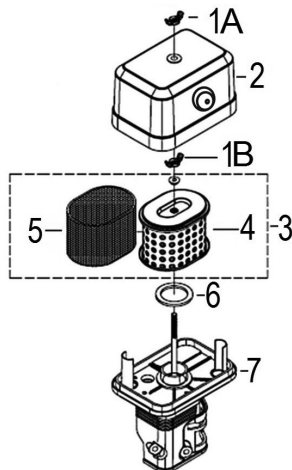

Рис. 30 Обслуживание воздушного фильтра
1. Открутите барашковую гайку 1А и снимите крышку 2 воздушного фильтра (Рис. 30).
2. Открутите барашковую гайку 1В и снимите воздушный фильтр 3 в сборе (Рис. 30).
3. Проверьте целостность и чистоту фильтрующих элементов. Поролоновый (предварительный) фильтрующий элемент 5 установлен на корпусе бумажного фильтрующего элемента 4 (Рис. 30).
5. Произведите очистку основания 7 и крышки 2 воздушного фильтра, не допуская попадания пыли и грязи в воздухопровод, ведущий к карбюратору (Рис. 30).
7. Перед установкой воздушного фильтра убедитесь, что уплотнительное кольцо 6 воздушного фильтра находится на месте и не имеет повреждений (Рис. 30).